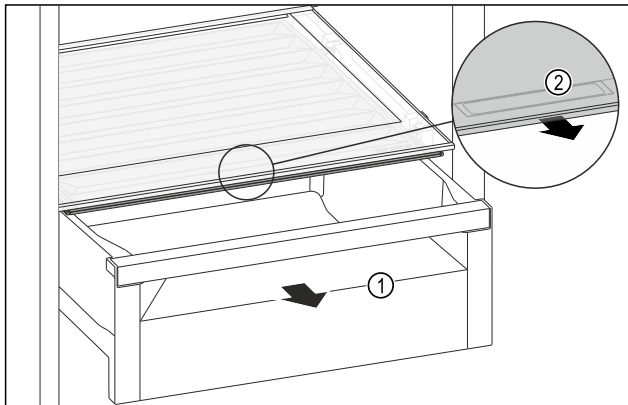

Fig. 116
- Schubfach Fig. 116 (1) herausziehen.
- Griffmulde Fig. 116 (2) am Fachdeckel anfassen und Fachdeckel gleichzeitig nach vorne ziehen.